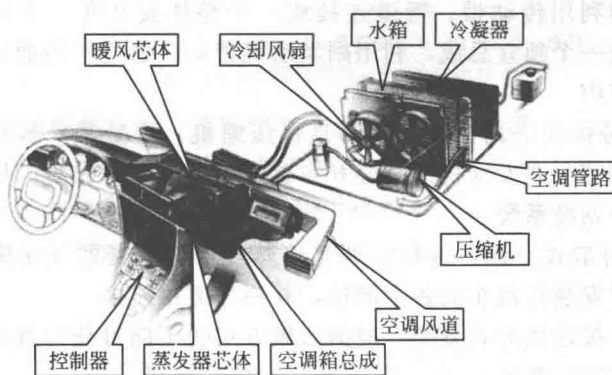

图 1-6 非独立式轿车空调系统
(1) 按驱动方式分类 汽车空调系统根据驱动方式的不同可分为非独立式汽车空调系统与独立式汽车空调系统。
① 非独立式汽车空调系统：此类空调的制冷压缩机由汽车本身的发动机驱动，汽车空调系统的制冷性能受汽车发动机工况的影响较大，工作稳定性较差，特别是低速时制冷量不足，高速时制冷量又过剩，并且消耗功率较大，进而影响发动机的动力性能。这种类型的汽车空调系统通常用于制冷量相对较小的轿车上。非独立式轿车空调系统如图 1-6 所示。